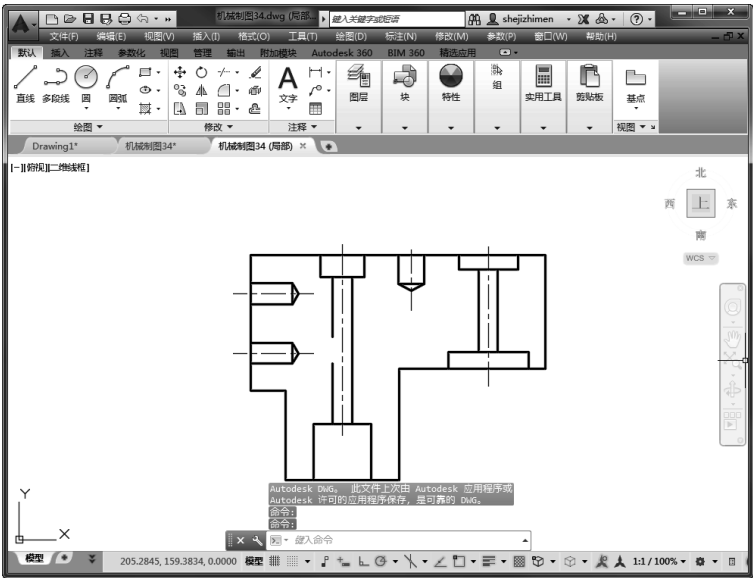

图 3-11 局部加载的图形
- 05** 在【要加载几何图形的图层】栏中显示了选定图形文件中所有有效的图层。用户可选择一个或多个图层进行加载，选定图层上的几何图形将被加载到图形中，包括模型空间和图纸空间几何图形。如图 3-11 所示，选择 dashed 图层和 object 图层进行加载，加载到 AutoCAD 工作空间中的结果。